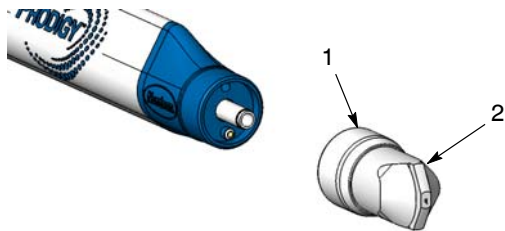

Bild 20 Demontering av munstycke
1. Se bild 20. Tag av fästhylsan (1) och munstycket (2).
4. Se bild 20. Tag av munstycket från spraypistolen för att undvika skador på det medan man arbetar med pistolen.
9. Se bild 20. Skruva på munstycket (2) och drag åt fästhylsan (1).